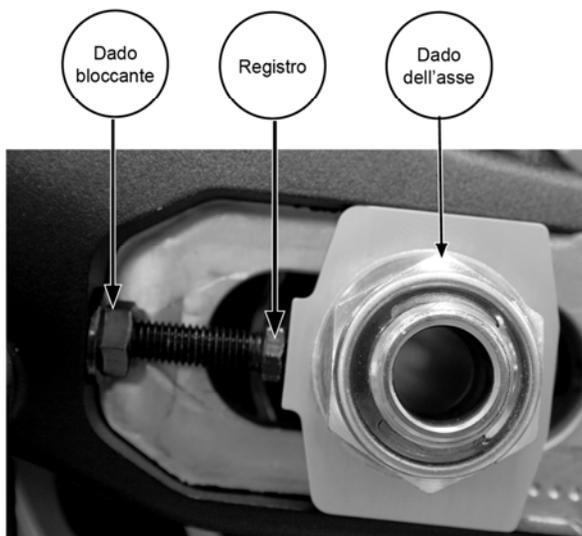

Figura 47: Registri della tensione della catena.
1. Vedere la figura 47. Allentare l'asse posteriore di tre giri.
2. Vedere la figura 47. Allentare il controdado.
Questo controllo garantirà che la corona dentata posteriore sia allineata con il pignone anteriore. Vedere la figura 47.